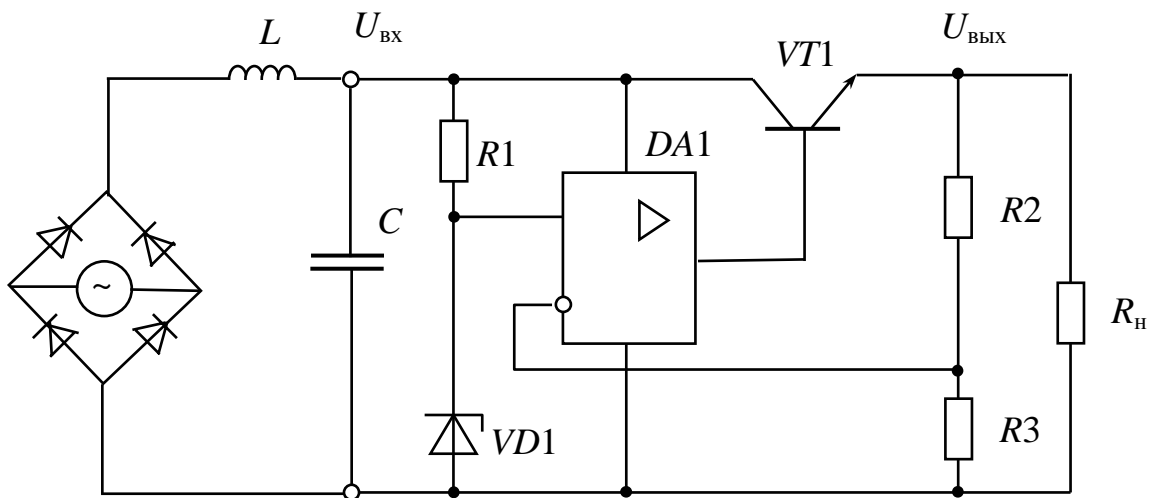

Рис. 4 – Стабилизатор напряжения на ОУ
3. Собрать экспериментальную схему для исследования компенсационного стабилизатора постоянного напряжения на операционном усилителе (рис. 4) при  $L=200$  мГн,  $C=100$  мкФ,  $R_1=2$  кОм,  $R_2=15$  кОм,  $R_3=10$  кОм,  $R_H=100$  Ом. Напряжение стабилизации опорного источника выбрать равным 5 В. Параметры генератора синусоидального напряжения настроить на 20 В, 60 Гц. Зафиксировать осциллограммы напряжений  $U_{ВХ}$  и  $U_{ВЫХ}$ . Оценить коэффициент сглаживания пульсаций  $LC$ -фильтра и электронного фильтра, роль которого выполняет стабилизатор напряжения. Рассчитать коэффициент стабилизации напряжения, измерив уровень пульсаций и величины  $U_{ВХ}$  и  $U_{ВЫХ}$ . Экспериментально оценить величину выходного сопротивления стабилизатора, уменьшив сопротивление нагрузки до 50 Ом.